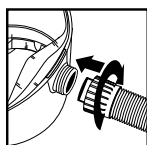

FIGURA 25
35. Vuelva a insertar la manguera dentro de la entrada y ajuste la tuerca de fijación. **FIGURA 25.**